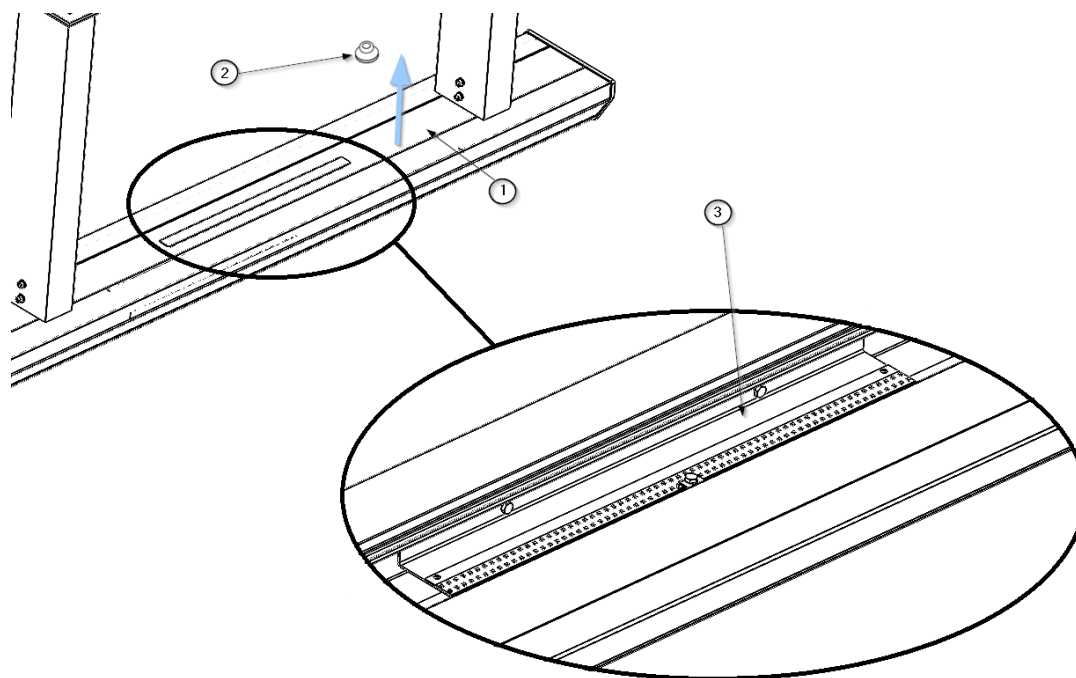

Fig. 4 Démontage du couvercle du corps principal
- Débrancher l'alimentation du contrôleur ⑥ et le connecteur rapide des bandes LED ②
- Dévisser les vis hexagonales M4 x16 ① DIN 933 pour libérer la bande LED ② du support du module d'éclairage ③ comme indiqué dans la figure 4.
- ongles ⑥ en tenant les contrôleurs ⑦.